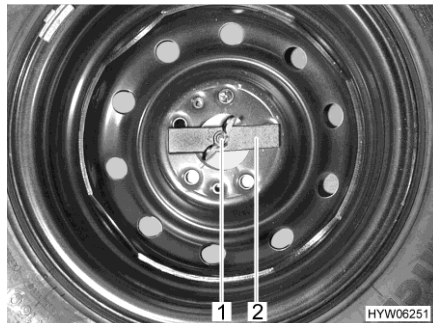

Fig. 181 Rueda de repuesto en el espacio de almacenamiento trasero
- Aflojar con la mano la tuerca de mariposa (Fig. 181,1) y retirarla.
- Retirar la pieza de presión (Fig. 181,2).